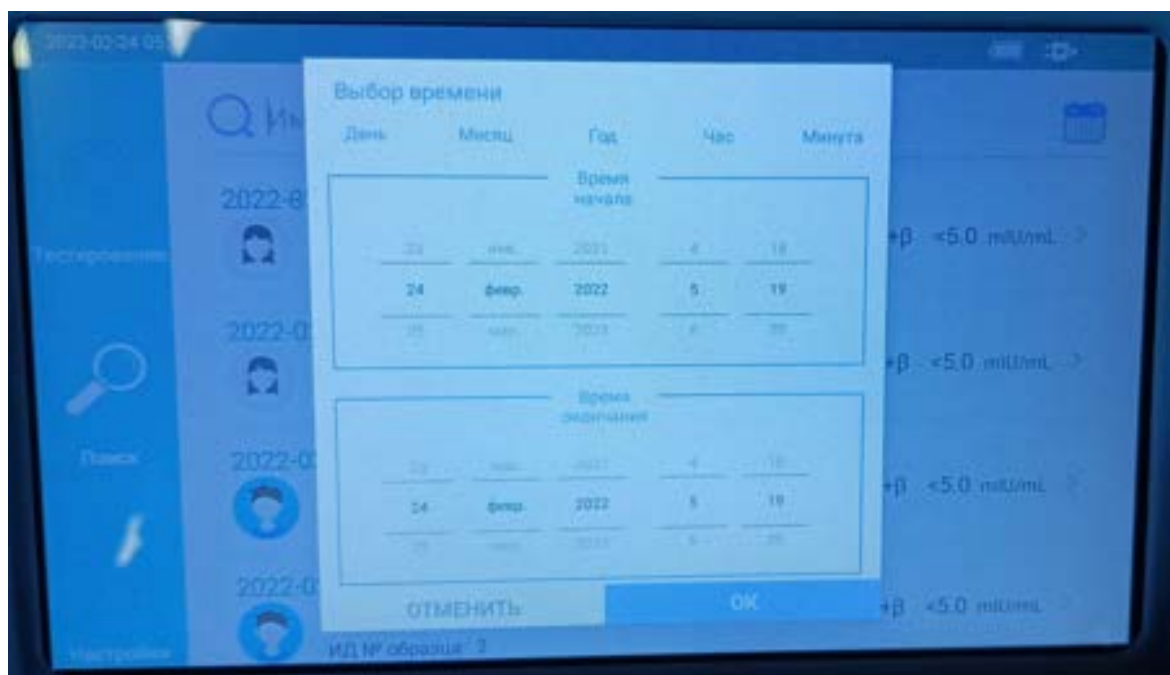

Рис. 7 Интерфейс поиска даты и времени
2) Выберите необходимую дату и время (Рис. 7).